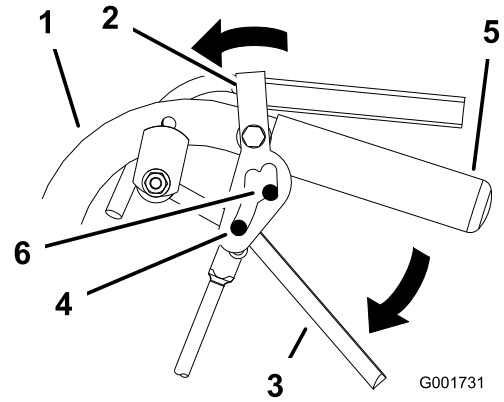

Figure 9
2. Placez les pouces sur la partie supérieure des verrous et déplacez-les en avant jusqu'à ce que les ergots soient engagés dans le cran avant (Figure 9).